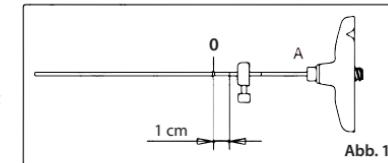

Abb. 1
- ABB. 1** Die Tiefenlehre auf dem Füllinstrument (A) für eine visuelle Hilfestellung auf den entsprechenden Zentimetermarker ausrichten und festziehen.
Hinweis: Die ausgewählte Zentimetermarkierung (siehe Abb. 1) zeigt an, wie weit das Füllinstrument über die Schneidekanüle (das transpedikuläre Einführinstrument von Preston) hinausragt.